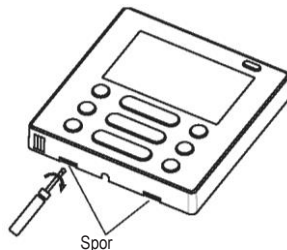

Fig 3-4
- Sett i et flatskrujern i sporene i den nedre delen av kontrolleren (2 steder), og fjern øvre del av kontrolleren. (Fig.3-4)